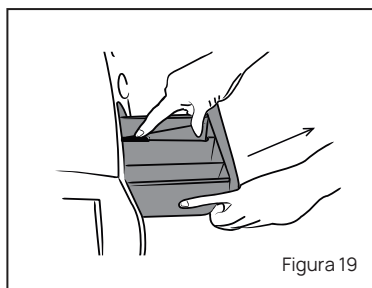

Figura 19
- Extraiga la jabonera, para lo cual debe abrir el compartimiento y presionar sobre la traba elástica para que libere la jabonera, luego tire suavemente. Ver figura 19